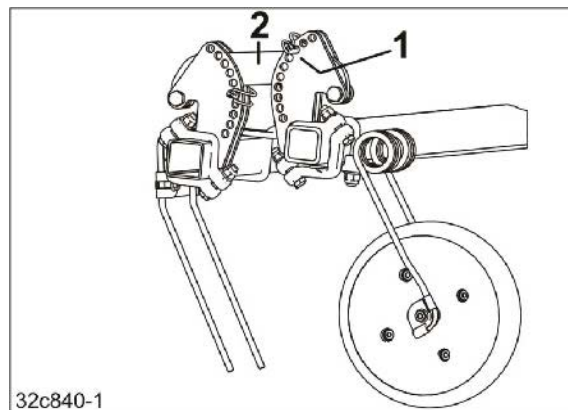

Fig. 3
1. Die Arbeitstiefe der Striegelzinken einstellen durch Abstecken des Rohrklappsteckers (Fig. 3/1) oberhalb des Lenkers (Fig. 3/2), in allen Segmenten, in der gleichen Bohrung.